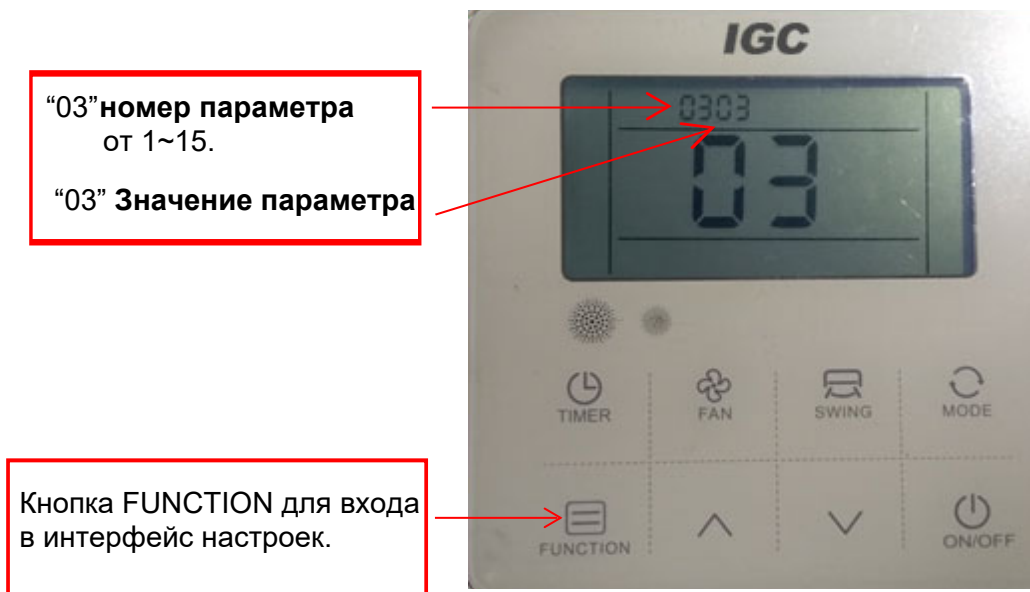

Рис.3.6
- 2) Войдите в режим настроек, для этого нажмите и удерживайте кнопку “Function” 5- 10 сек. На дисплее высветится индикация **номера** и **значение** настраиваемого параметра (рис.3.6).